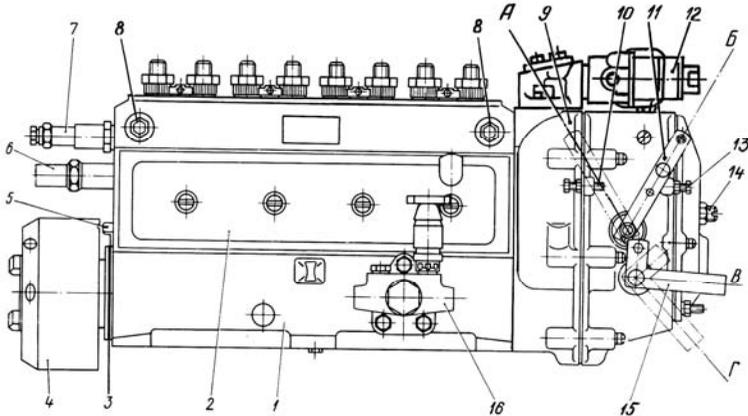

Рис. 24. Топливный насос высокого давления моделей 806 и 807:
Топливный насос в сборе показан на рис. 24. С топливным насосом высокого давления в одном агрегате объединены регулятор частоты вращения 5, топливоподкачивающий насос 9 и муфта опережения впрыска топлива 4.
Связь секций с регулятором частоты вращения насоса осуществляется через рейку. Рейка топливного насоса перемещается в направляющих втулках, запрессованных в корпус насоса. Выступающий из насоса конец рейки закрыт колпачком 6 рейки топливного насоса (рис. 24).
Регулятор частоты вращения 9 (рис. 24) - механический всережимный прямого действия с повышающей передачей на привод грузов, с устройствами для корректирования подачи топлива и предназначен для поддержания заданного водителем скоростного режима работы двигателя путем автоматического изменения количества подаваемого топлива в зависимости от изменения нагрузки на двигатель. Кроме этого, регулятор ограничивает максимальную частоту вращения двигателя и обеспечивает работу двигателя в необходимом режиме. Регулятор имеет устройство для выключения подачи топлива в любой момент независимо от режима работы двигателя. Автоматически поддерживая скоростной режим при изменяющихся нагрузках, регулятор обеспечивает экономичную работу двигателя.
Подача топлива полностью выключается механизмом останова, состоящим из кулисы 19, скобы останова 15 (рис. 24) и возвратной пружины, расположенной за скобой останова под крышкой.
Корректор подачи топлива по наддуву 12 (рис. 24) закреплен сверху на корпусе регулятора топливного насоса.
1. Минимальная частота вращения холостого хода регулируется болтом ограничения минимальной частоты вращения 13 (рис. 24) и корпусом буферной пружины 9 (рис. 26).
2. Максимальная частота вращения холостого хода (начало выброса рейки) регулируется болтом ограничения максимальной частоты вращения 10 (рис. 24).
Муфта опережения впрыскивания топлива 4 (рис. 24) предназначена для изменения момента начала подачи топлива в зависимости от частоты вращения коленчатого вала двигателя.